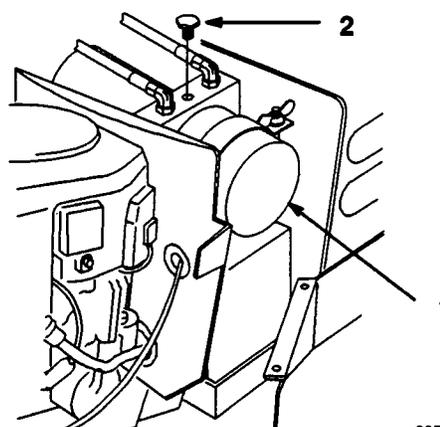

Fig. 32
4. Togliere il tappo sulla pompa di sollevamento meccanico (Fig. 32). Il fluido deve essere a livello con la base del foro.